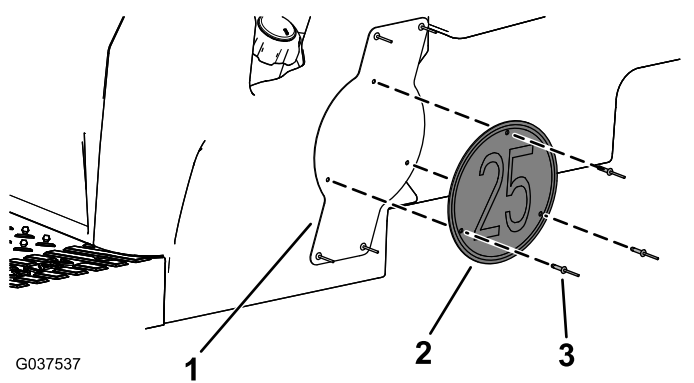

Figure 12
- Fixez le panneau de vitesse sur son support à l'aide de 3 rivets aveugles (3/16" x 15/16"), comme montré à la Figure 12.